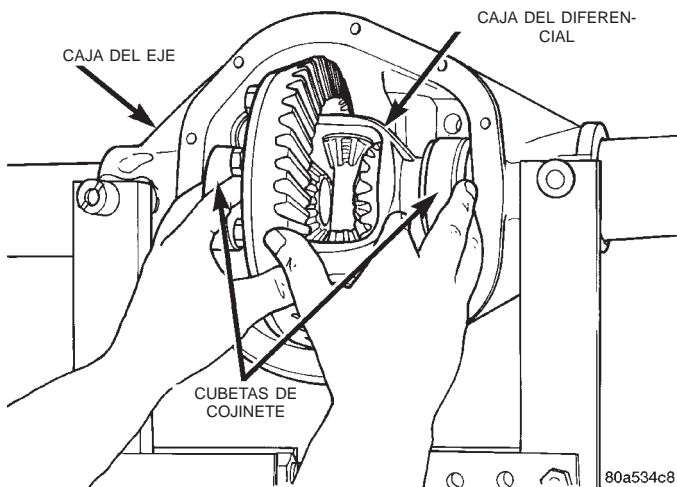

Fig. 27 Desmontaje de la caja del diferencial
- (10) Retire el indicador de cuadrante.
- (11) Mientras sujeta la caja del diferencial en posición, retire los pernos de las tapas de cojinete del diferencial y las tapas.
- (12) Retire el diferencial del cárter. Asegúrese de que las cubetas de cojinete se mantengan en posición sobre los cojinetes (Fig. 27).
- (13) Marque o coloque una tarjeta en las cubetas de los cojinetes del diferencial para indicar de qué lado se retiraron.
- (14) Retire el separador del cárter.